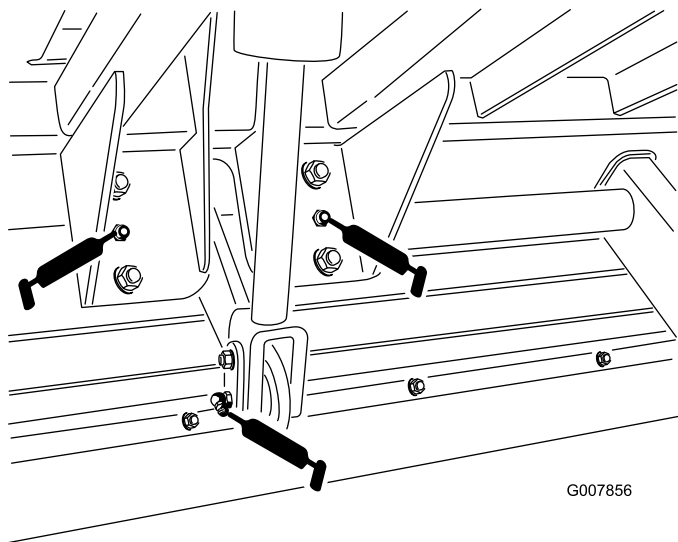
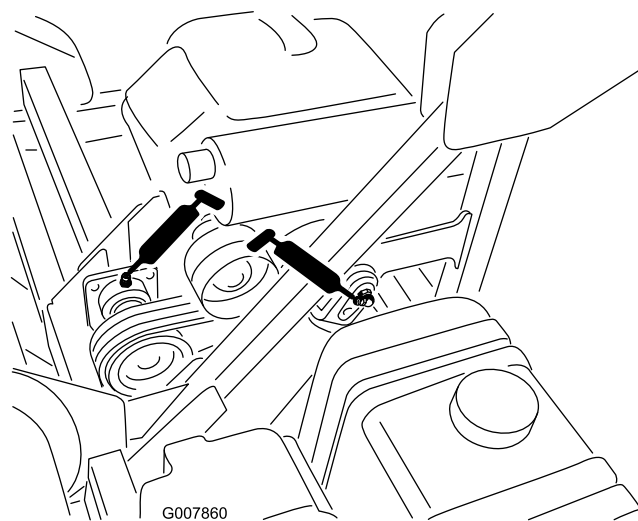

Рисунок 38
Рисунок 41
- Подъемный цилиндр (2 шт.); см. Рисунок 38 и Рисунок 41.
- Подъемный мост (2 шт.); см. Рисунок 38.
- Промежуточный вал (2 шт.); см. Рисунок 41